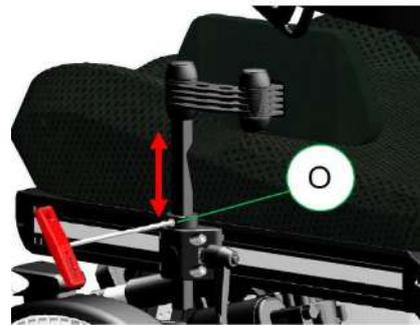

Figura 11-38
- Paso 2: afloje el tornillo (O) del anillo de fijación usando una llave Allen de 4 mm y reposiciónelo contra el bloque de montaje como tope. (Figura 11-38)